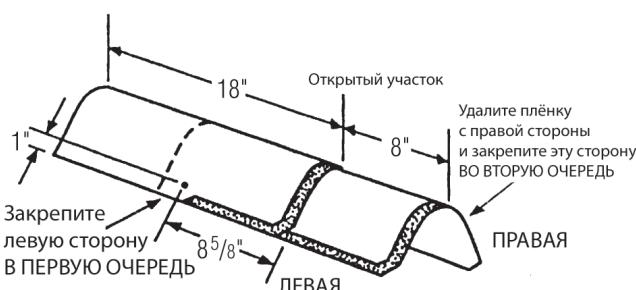

Рис. 16-19. Монтаж гонта Shangle® Ridge на рёбра и коньки.
7. Прибейте каждый покрывающий гонт двумя гвоздями (Рис. 16-19). Длина гвоздей должна составлять не менее 45 мм, чтобы они входили в обрешётку на 19 мм или проходили через неё насекомым образом, чтобы гвоздь с обратной стороны выступал не менее чем на  $1/8\text{''}$  3 мм. Оставляйте вспомогательные гонты на коньке или ребре открытыми на 20,3 см и закрывайте все гвозди.